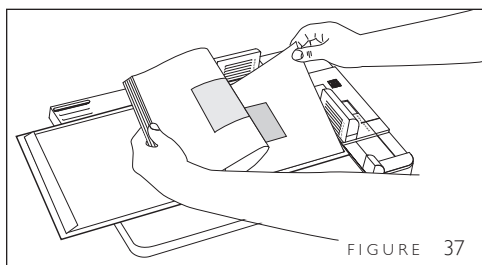

FIGURE 37
5. Soulever avec précautions le côté droit du bloc de feuillets et enlever la grande bande de papier de protection du contreplat droit de la couverture (figure 37). Faire pivoter le bloc de feuillets pour l'abaisser sur le contreplat et l'y appuyer pour l'y fixer.